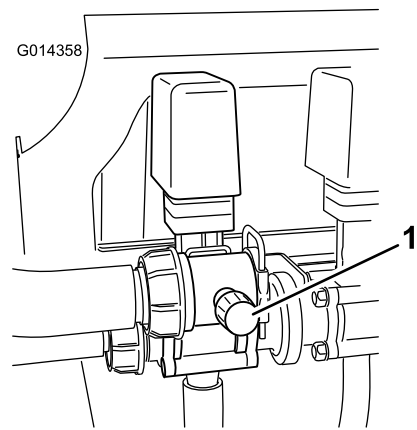

Figura 25
9. Ajuste a válvula de derivação da agitação (Figura 25) na parte posterior da válvula de agitação até que a pressão indicada no medidor seja 689 kPa (100 psi).